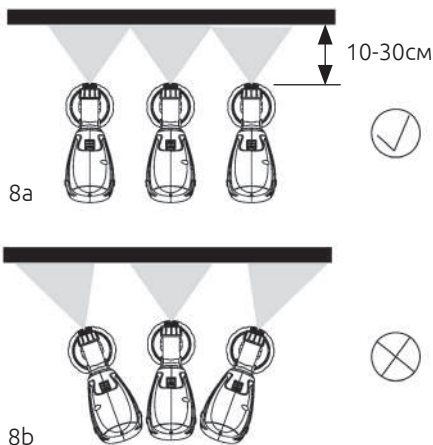

Рис.8
- Правильный способ нанесения материала (Рис. 8а). Держите распылитель на равном расстоянии около 10-30 сантиметров от целевого объекта.
- Неправильный способ нанесения материала (Рис. 8б). При несоблюдении равного расстояния до целевого объекта будет наблюдаться сильное образование тумана из наносимого материала, а также неровное его нанесение на целевой объект.